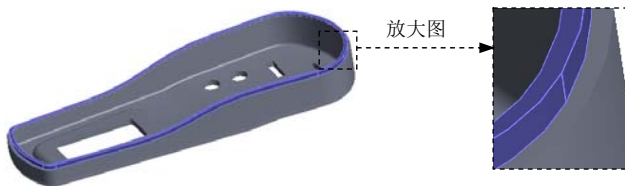

图 5.12.47 扫描 1
Step36. 创建图 5.12.47 所示的零件特征——扫描 1。选择下拉菜单 **插入(I)** **凸台/基体(B)** **扫描(S)...** 命令，系统弹出“扫描”对话框；选取草图 1 作为扫描 1